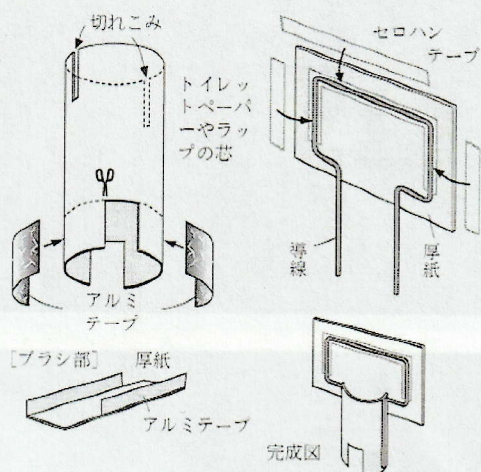

図1
① 図1を参考にモーターの簡易なモデルを作製しておく。生徒を教卓に集める。